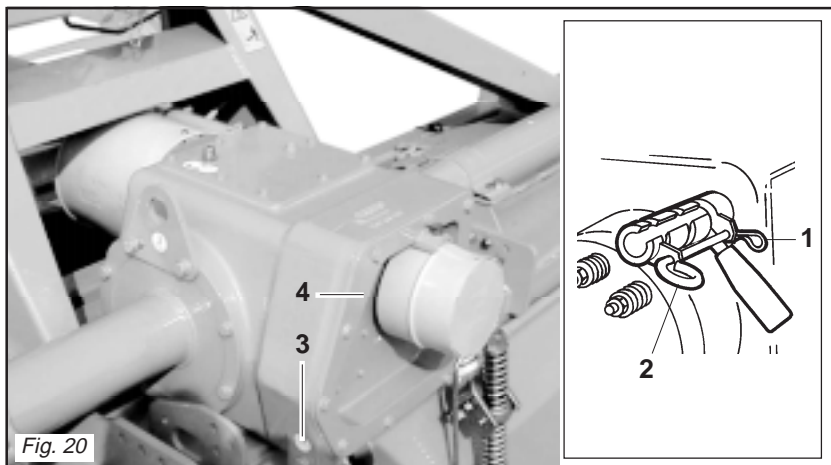

Fig. 20
*The machine is equipped with a three-speed lever operated gearbox (Fig. 20) which can supply two different ranges of spinning values for the blade rotors in relation to the pair of gears installed at the rear.*
*To change the speed, remove the safety split pin (1 Fig. 20), remove the rod (2 Fig. 20) that locks the gear lever in position and then move the lever itself to the desired position.*
Die Maschine ist mit einem Schalthebel mit drei Stellungen ausgestattet (Abb. 20), der je nach den beiden Zahnrädern, die hinten positioniert sind, zwei unterschiedliche Drehzahlbereiche für die Rotation der Messertragerotoren liefern kann.
Um einen anderen Gang zu erhalten, den Sicherungssplint (1 Abb. 20) herausziehen, die Stange (2 Abb. 20) entfernen, mit der der Gangschalthebel blockiert wird, um den Hebel dann in die gewünschte Stellung zu bringen.
*La machine est équipée d'une boîte à trois vitesses, avec commande par levier (Fig. 20). Suivant le couple d'engrenages placés à l'arrière, il peut fournir deux gammes différentes de valeurs de rotation des rotors porte-couteaux.*
*Pour changer de vitesse il faut retirer la goupille de sécurité (1 Fig. 20), déposer la tige (2 Fig. 20) qui bloque le levier de vitesses pour pouvoir le déplacer sur la sélection désirée. Ensuite remonter la*
La máquina está equipada con un cambio de palanca de tres velocidades (Fig. 20) que en base al par de engranajes emplazados en posición posterior puede suministrar dos diversas gamas de valores de rotación de los rotores portacuchillas.
Para cambiar velocidad es necesario extraer el pasador de seguridad (1 Fig. 20), quitar la varilla (2 Fig. 20) que bloquea en posición la palanca de las marchas y
- scaricare l'olio dalla scatola cambio svitando il tappo inferiore (3 Fig. 20);
- rimuovere il coperchio (4 Fig. 20) con cura per non danneggiare il paraolio posizionato in corrispondenza dell'albero della presa di forza uscente e l'anello OR;
- *drain the oil from the gearbox by unscrewing the lower plug (3 Fig. 20);*
- *remove the cover (4 Fig. 20) with care to prevent damage to the oil seal installed on a level with the output PTO shaft and the OR ring;*
- Das Öl aus dem Getriebegehäuse ablassen, indem man den unteren Stopfen (3 Abb. 20) abschraubt.
- Den Deckel (4 Abb. 20) sorgfältig abnehmen, um die Öldichtung auf dem austretenden Zapfwellenstummel und den O-Ring nicht zu beschädigen.
- *laissez sortir l'huile de la boîte de vitesses après avoir dévissé le bouchon en bas (3 Fig. 20);*
- *enlevez le couvercle (4 Fig. 20) en faisant attention à ne pas endommager le joint pare-huile qui se trouve au niveau de l'arbre de sortie de la prise de force et le joint d'étanchéité;*
- descargar el aceite de la caja de cambios desenroscando el tapón inferior (3 Fig. 20).
- quitar la tapa (4 Fig. 20) con cuidado para no dañar el guardagotas emplazado en coincidencia con el eje de la toma de fuerza de salida y el anillo OR.